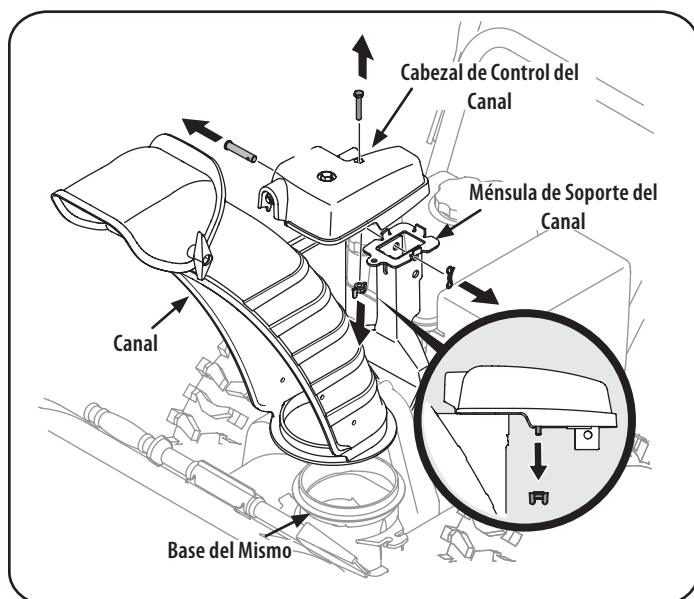

Figura 4
2. Quitar la tuerca mariposa y el tornillo hexagonal de la cabeza de control del canal y el pasador de horquilla y pasador del soporte de soporte del canal. Posición del conducto (mirando hacia el frente) sobre la base conducto. Véase la Figura 4.